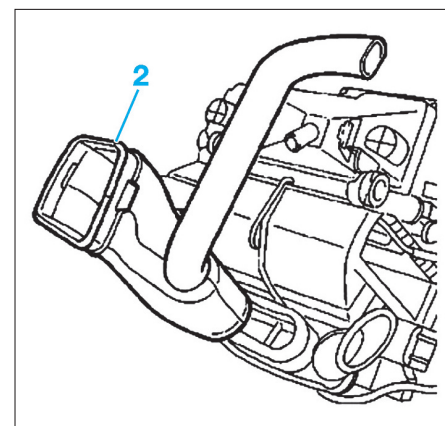

Fig. 24
- Déposer le conduit d'air (2) des places arrière (Fig.24).